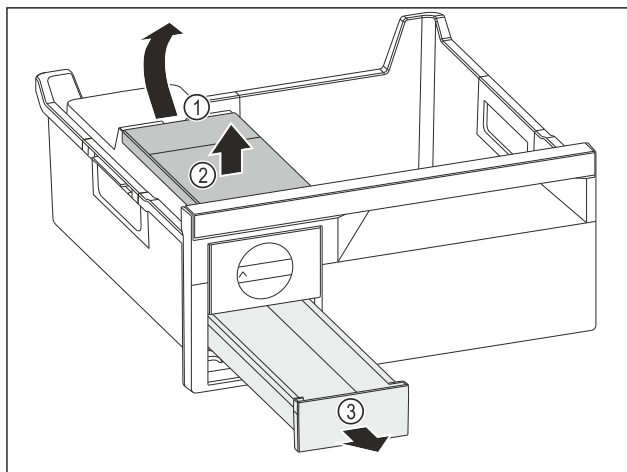

Fig. 187
- Извлеките бак для воды: Поднимите бак для воды за выемку Fig. 187 (1).
- Извлеките бак для воды Fig. 187 (2) движением вверх.
- Извлеките выдвижной ящик для кубиков льда Fig. 187 (3) движением вперед.